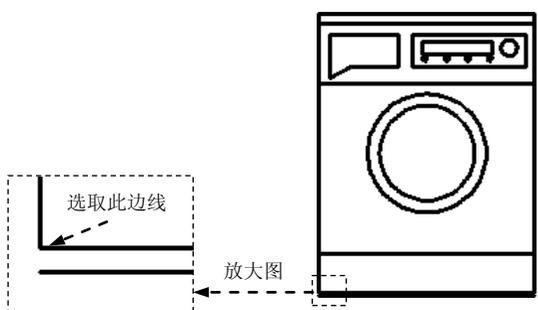

图 17.6.19 偏移直线 1
(1) 偏移直线 1。选择下拉菜单 **修改(M)** → **偏移(O)** 命令，将图 17.6.19 所示的边线向下侧偏移，偏移距离值为 10，完成后如图 17.6.19 所示。